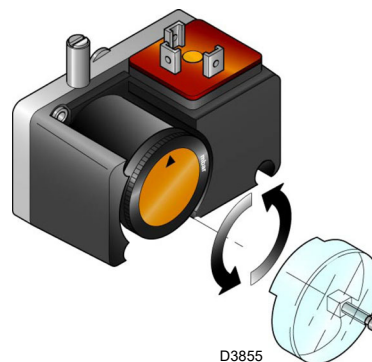

Fig. 31
- Régler le pressostat gaz minimum (Fig. 31 à la page 36) en début d'échelle.
Effectuer le réglage du pressostat gaz seuil minimum (Fig. 31) après avoir réglé le brûleur, les vannes de gaz et le stabilisateur de rampe.